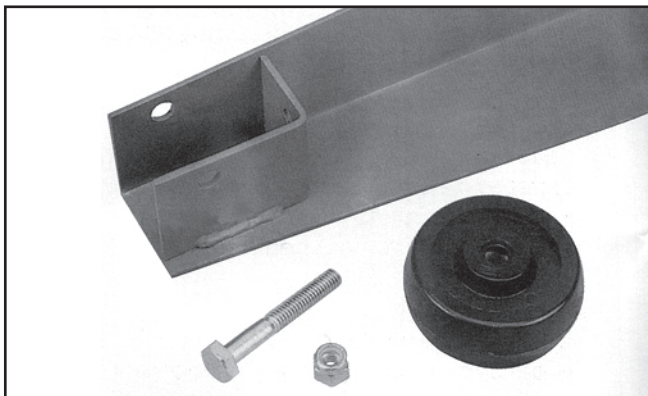

Figura 1
1. Instale las ruedas a cada pata de la base con un tornillo M8x60 y una tuerca M8 por pata. Posicione las tuercas en el lado interior de la pata de la mesa. Figura 1.